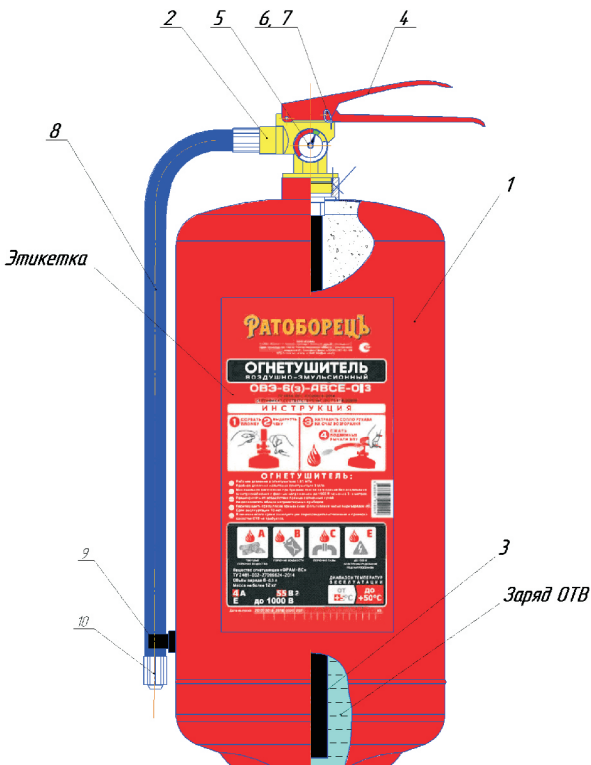

Рис. 1. Общий вид огнетушителя
Общий вид конструкции огнетушителя приведён на рис. 1. Огнетушитель (см. рис. 1) состоит из корпуса 1, с резьбовой горловиной, в которую вкручено запорно-пусковое устройство (ЗПУ) 2. Запорно-пусковое устройство оснащено сифонной трубкой 3. К выходному штуцеру ЗПУ 2 присоединен рукав высокого давления 8 с распылительным соплом 10. Рукав высокого давления закреплён в клипсе фиксатора 10. Подвижный рычаг 4 предназначен для управления клапаном подачи ОТВ, размещённым внутри ЗПУ. Индикатор давления 5 предназначен для визуального контроля давления сжатого азота в корпусе огнетушителя. Предохранительная чека 6 с пломбой 7 блокируют несанкционированное срабатывание огнетушителя.
- 6.9. Для тушения пожара необходимо последовательно выполнить следующие операции (см. рис. 1):